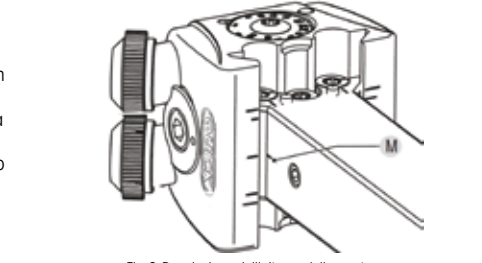

Fig. 3: Regolazione dell'altezza della cresta
Per regolare l'altezza della cresta, allineare il segno sul codolo (M) con i segni sulla testa portafresa (fig. 3).